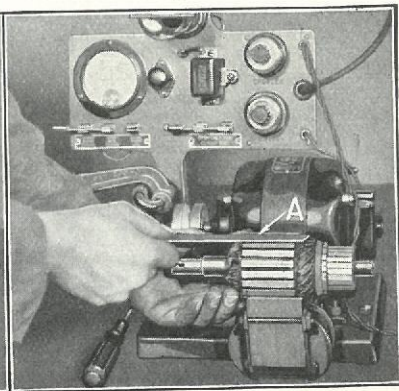

Fig. 477
- 935** Ved Prøven for Kortslutning anbringes Ankeret i en Brummer, og Strømmen slutes. Anbring et Stykke fladt Staal, f. Eks. en Tommestok eller et Nedstrygerblad, hen over Ankeret (Fig. 477-A) og drej Ankeret langsomt med Fingrene. Hvis Staalet